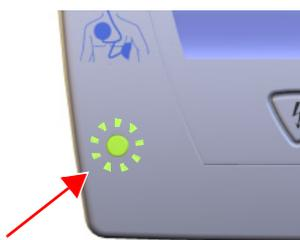

Abb. 2.2 Blinkender grüner Indikator
- (1) Der grüne Indikator blinkt, wenn der letzte Selbsttest fehlerfrei verlaufen ist (siehe Abb. 2.2 Blinkender grüner Indikator).
- (2) Der gelbe Indikator leuchtet, solange das Gerät keinen ausreichenden Widerstand zwischen den beiden Elektroden detektiert (d.h. solange die Elektroden nicht angebracht werden oder der Anschluss nicht vorgenommen wird).
- (3) Anschluss der selbsthaftenden Elektroden.
- (4) Display.
- (5) Die Grüne Taste  hat folgende Funktionen:
- (6) Batterie.
- (7) Lautsprecher.
- (8) Steckplatz für SD-Karte. Das Ethernet-Schnittstellenfach **(8a)** dient der Aufnahme des Ethernet-Adapters (Ethernet-Version) und dem Anschluss des Geräts an die Andockstation **(8b)** (Online-Version).